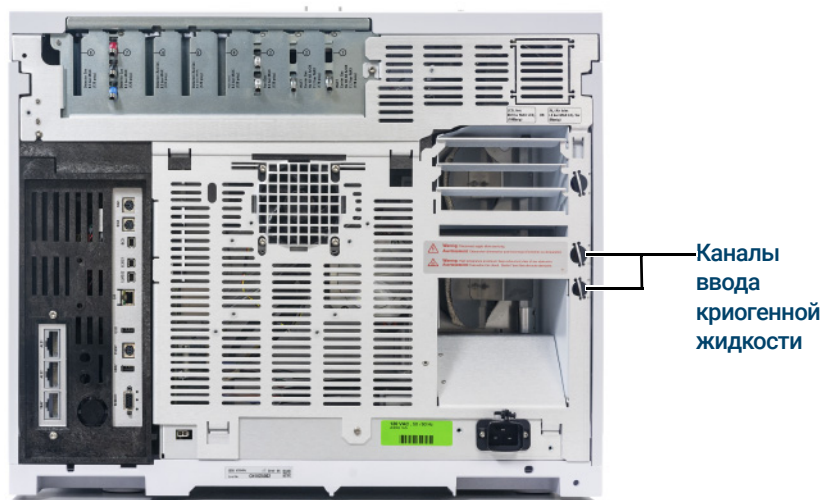

Рис. 14. Подключение клапана низкотемпературного охлаждения для N_2
- 2 Найдите на задней панели ГХ канал ввода для подачи хладагента. Подготовьте трубку с длиной, достаточной для соединения резервуара и этого фитинга. См. **Рис. 14**.